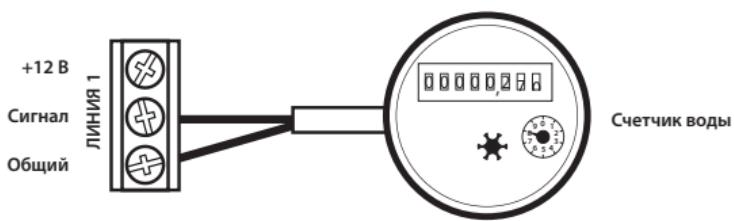

Рис. 5. Схема подключения прибора учета воды (счетчик) к модулю управления ProW+WiFi
- Приборы учета воды подключаются на одно из мест подключения датчиков контроля пропечки воды (рис. 5). Конфигурирование входов (датчик или счетчик воды) осуществляется в приложении SST Cloud смартфона.